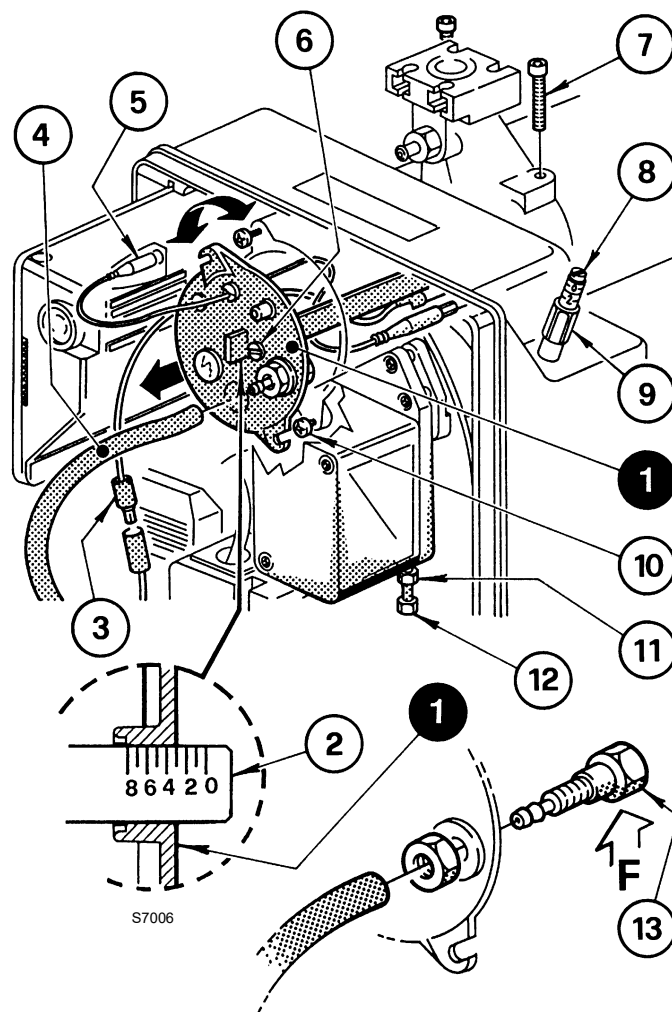

Fig. 12
Realiza-se girando no sentido horário ou anti-horário o parafuso de regulação 6)(Fig. 12) até que o entalhe inciso na haste de regulação 2) coincida com o plano exterior do conjunto cabeçal 1). Na Fig. 12, a haste de regulação do cabeçal está calibrada no entalhe 3.
- desligar as conexões 3) e 5)(Fig. 12);
- remover o tubo 4) e afrouxar os parafusos 10)(Fig. 12);
Recomenda-se não modificar a posição de regulação haste/cotovelo 2)(Fig. 12) na fase de desmontagem.
Remonte com o procedimento inverso ao indicado acima, recolocando o conjunto do cabeçal 1)(Fig. 12) como indicado no começo.
Aperte completamente os parafusos 7)(Fig. 12), sem bloqueá-los totalmente. bloqueie-os com um torque de aperto de $3 \div 4$ Nm.
Se a tomada de pressão 13)(Fig. 12) acidentalmente se afrouxar, recomenda-se a fixação correta, certificando-se de que o furo (F) localizado na parte interna do grupo do cabeçal 1)(Fig. 12) esteja voltado para baixo.